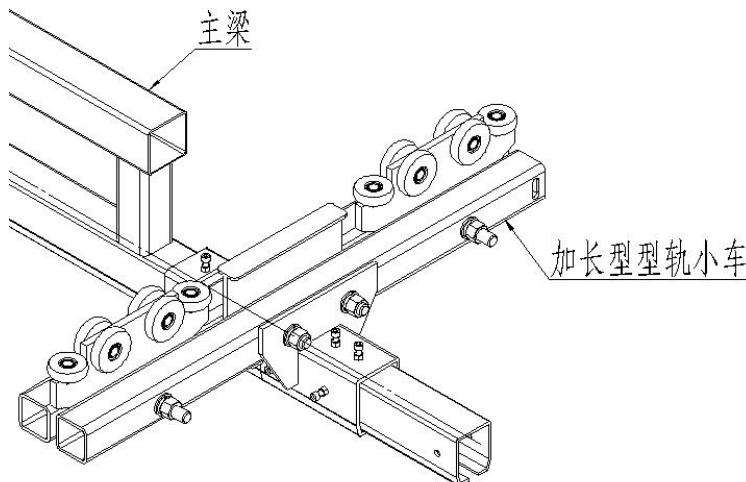

图 5E
- 5.12 将承重板放置在型轨小车的两个方管之间并穿入螺栓（图 5E）。
5.16 将一个型轨小车滑套在主梁的电源供给端（请参考总装图，确定型轨小车的位置。型轨小车的套管与主梁上第一个垂直构件的距离为 50mm），并紧固到位（如图 5E）。